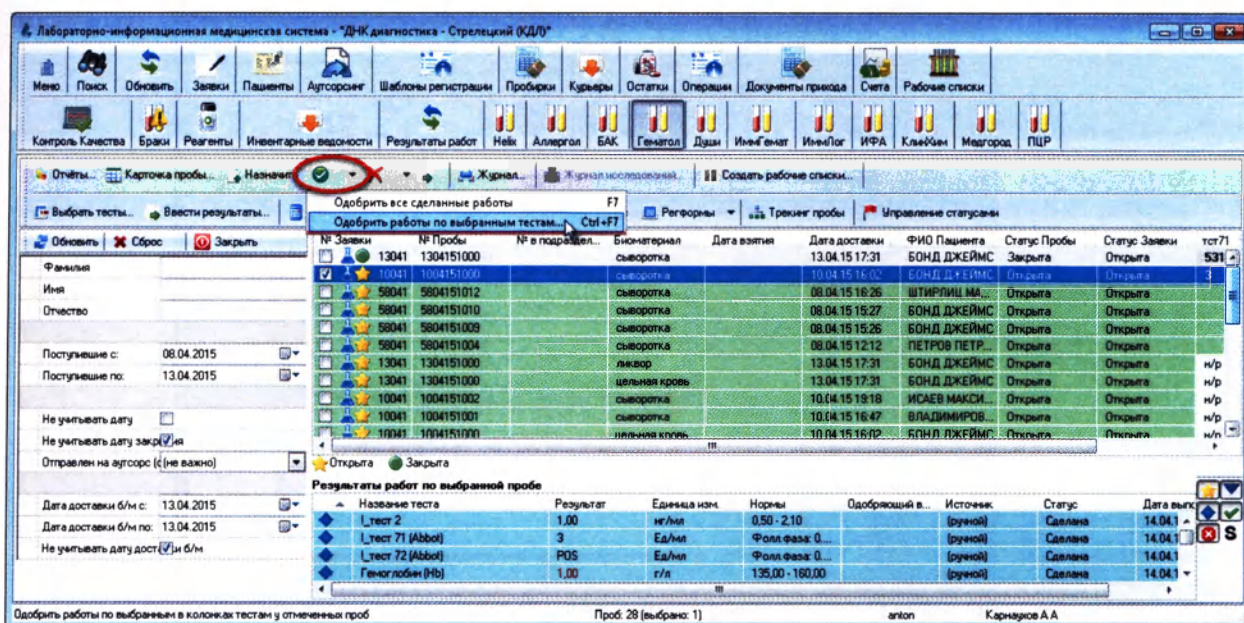

Рисунок 5.32
2.	Нажмите на кнопку «Одобрить работы» и в контекстном меню выберите пункт «Одобрить работы по выбранным тестам», или нажмите клавиши Ctrl+F7 (Рисунок 5.32):